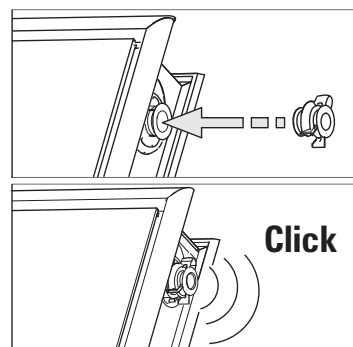

Bild 3-28 Endstopfen einstecken
9. Endstopfen in die noch offenen Kollektoranschlussrohre einstecken, bis die Halteklammern einrasten. (Bild 3-28).